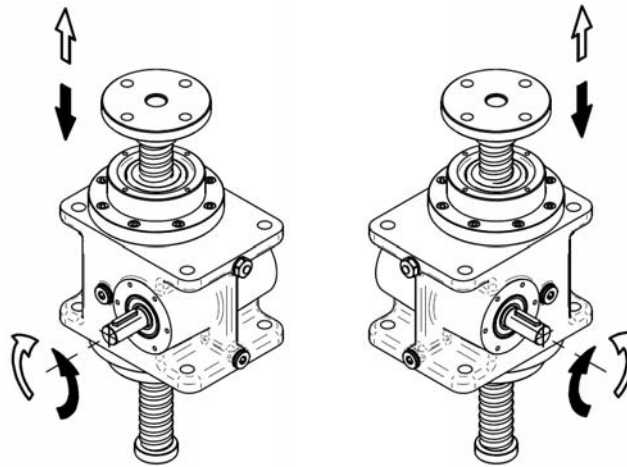

Abbildung 6.11 – Hubrichtungen des Kugelgewinde-Hubgetriebes
- Wenn die Länge des Kugelgewinde-Hubgetriebes bei der Installation geändert werden muss (Kugelwinde weiter ein- oder ausgefahren), drehen Sie die Eingangswelle in die richtige Richtung (siehe Abb. 6.11).
- Bei Kugelgewinde-Hubgetrieben ohne Verdrehsicherung (AR) ist es möglich, das Kugelgewinde manuell ein- und auszuschrauben, um den Hub des Kugelgewinde-Hubgetriebes zu ändern.
- Bei einem Kugelgewinde-Hubgetriebe mit Faltenbalg (B): VERDREHEN SIE DEN BALG NICHT.